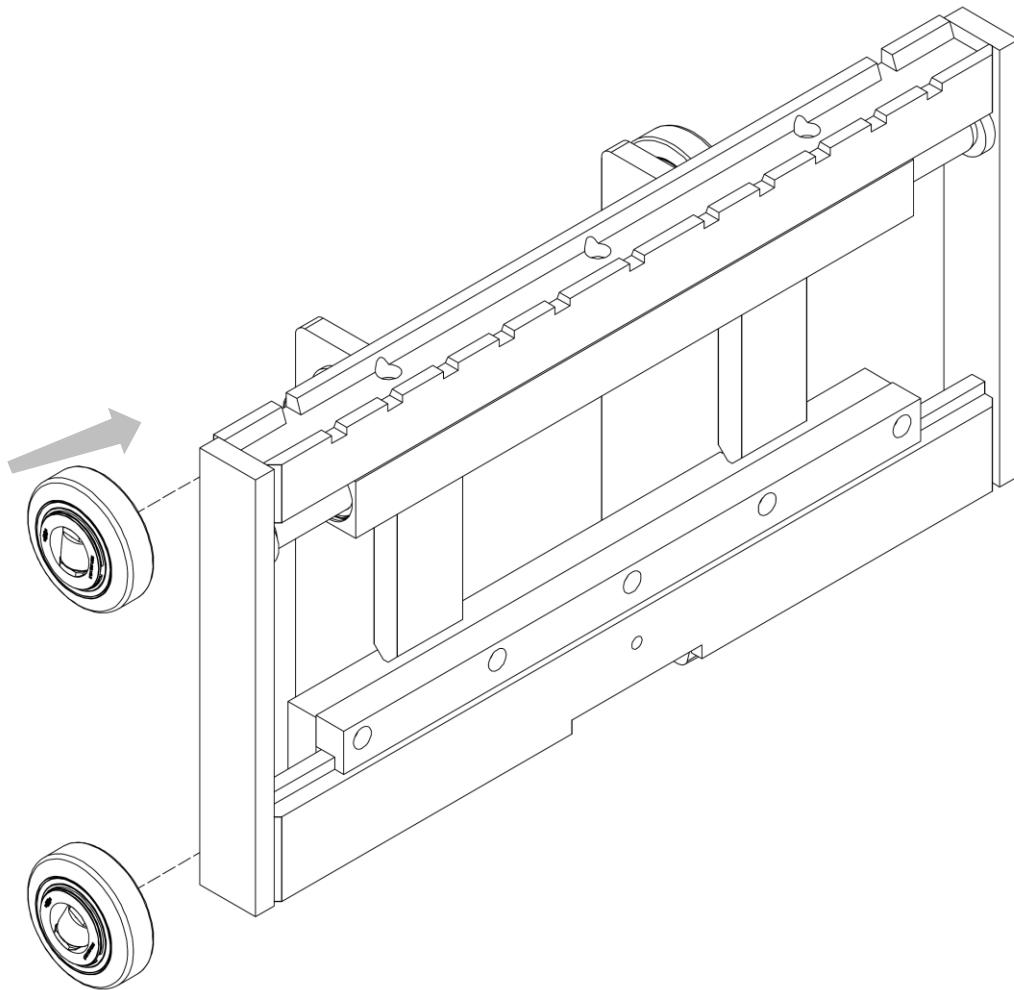

Abbildung 7
13. Koppeln Sie die Mastrollen mit den Rollenbolzen an den Seitenwangen (siehe *Abbildung 7*; in diesem und den folgenden Bildern sind angegebene Lager, Seitenwangen und Hubmasten rein indikativ, mit dem einzigen Ziel, den richtigen Einbau des Geräts aufzuzeigen).